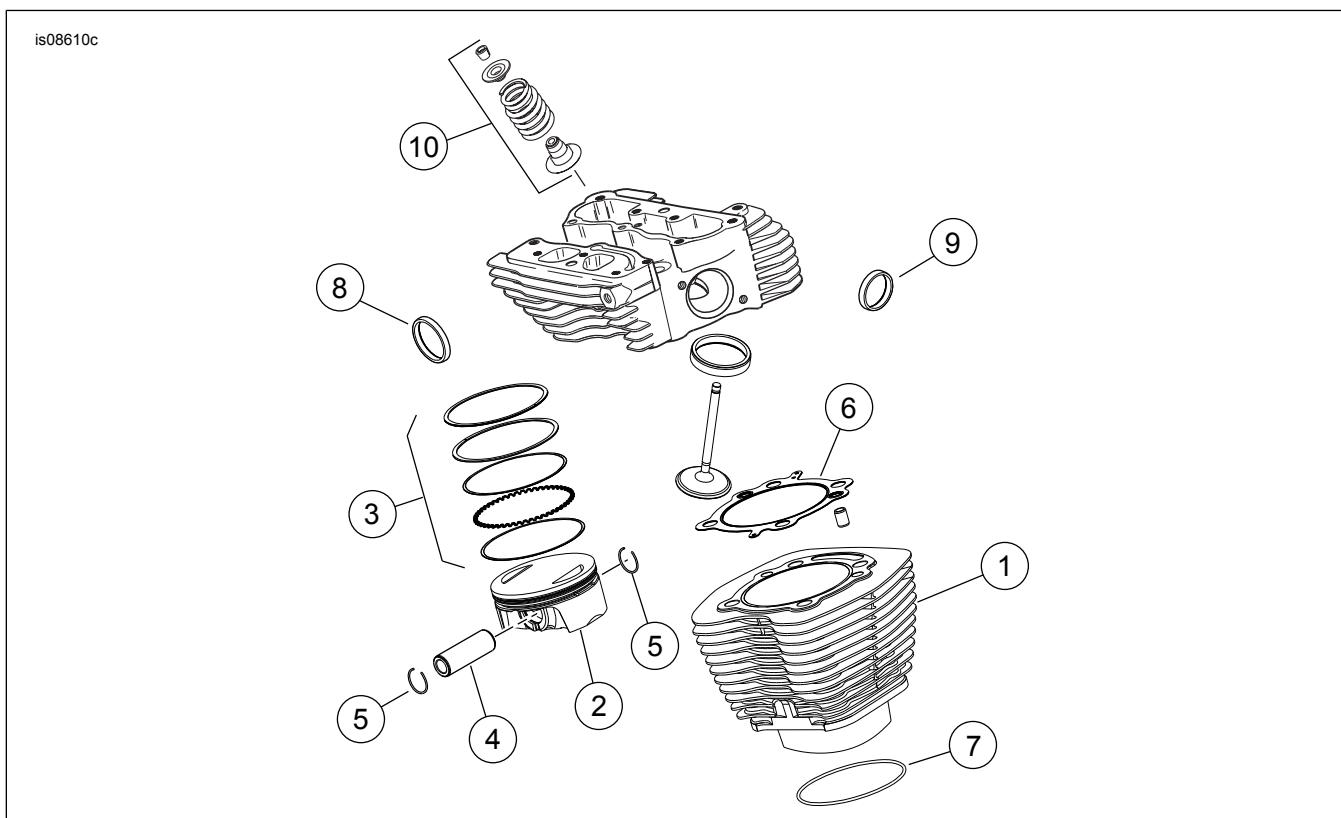
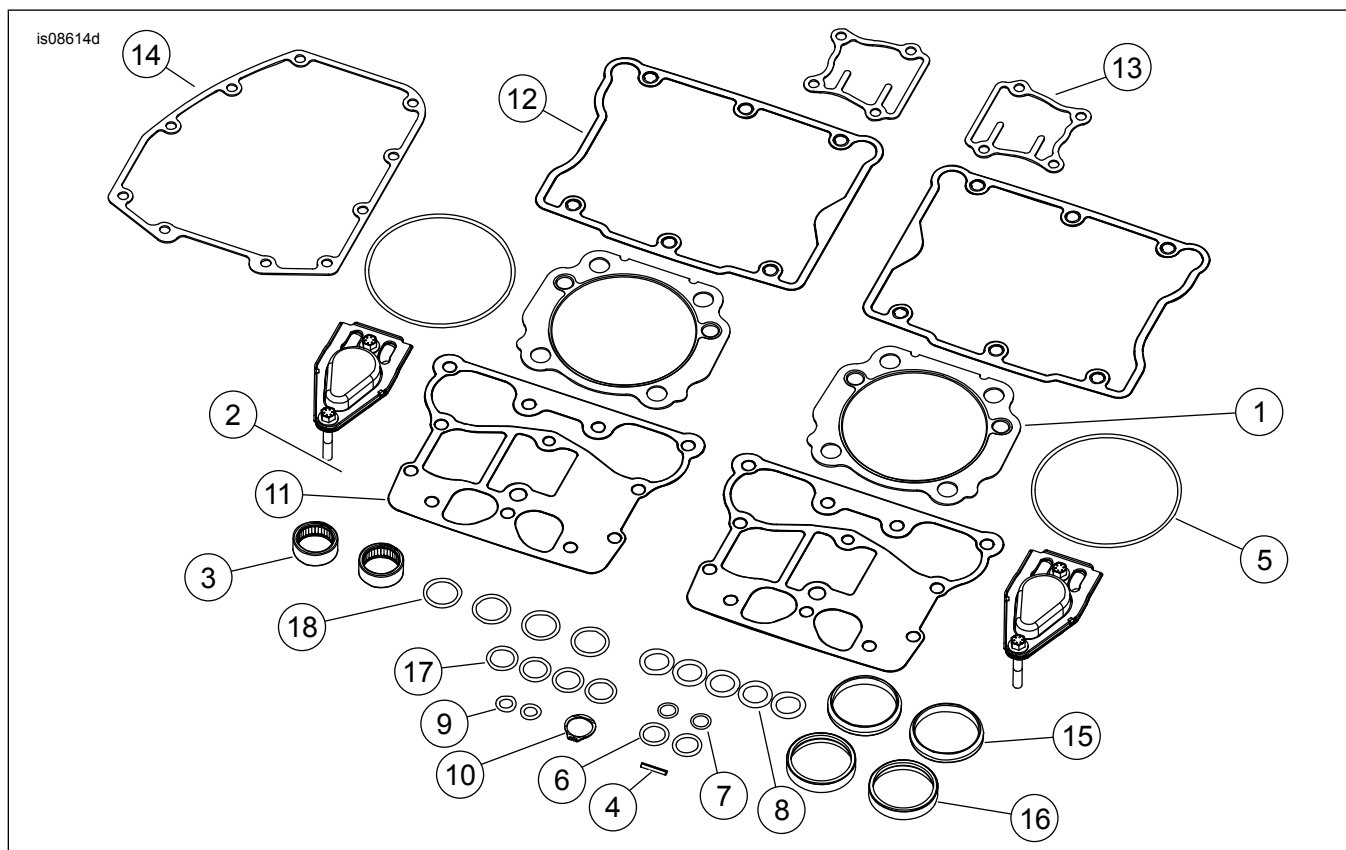

Figura 1. Peças de reposição: Kit de conversão Screamin' Eagle Twin Cam 110 (1800 cc) - Cabeças Originais
Figura 4. Peças de reposição: Kit de conversão Screamin' Eagle Twin Cam 110 (1800 cc) - Cabeças Originais
Ver Figura 1 a Figura 4, e Tabela 1 a Tabela 4.
1. Ver Figura 4 . Instalar novos rolamentos de cames interiores incluídos com este kit.
2. Veja Figura 1 até Figura 4 . Montar as cames para a guarnição do mecanismo do trinco e a extremidade superior do motor utilizando peças do kit. Consulte as seções sobre MOTOR apropriadas do manual de serviço.